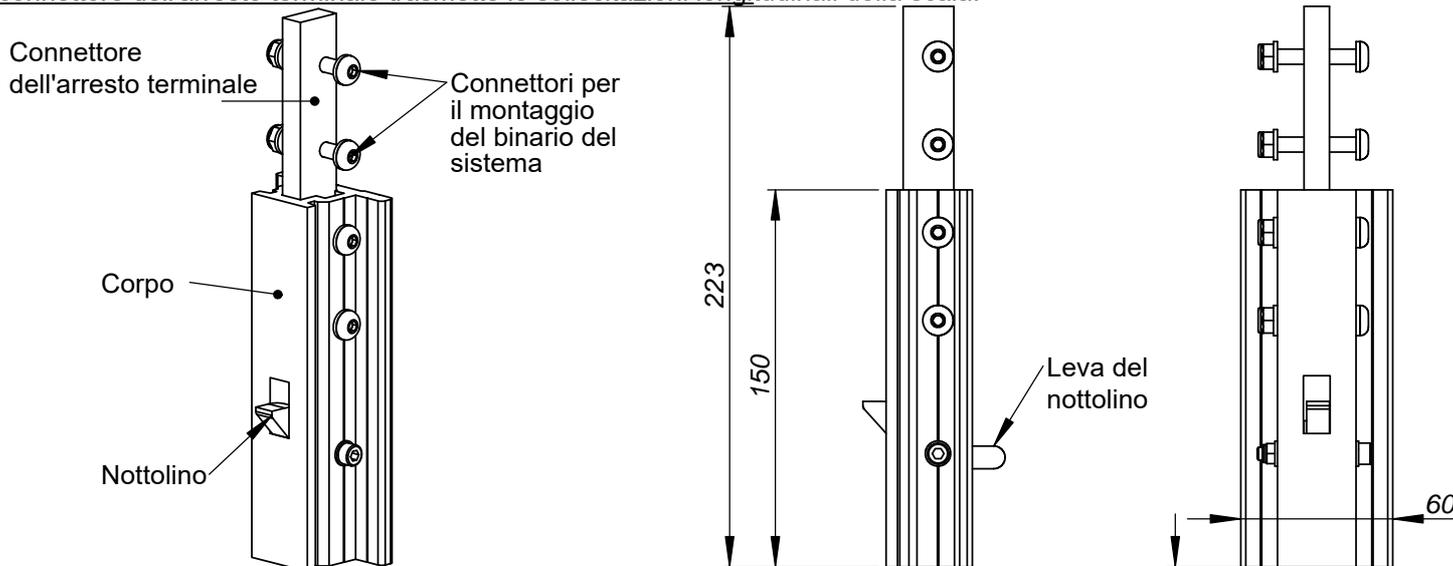

Fig. 5.3.1 AC520-200 Arresto terminale inferiore del binario (struttura, componenti, dimensioni base).
5.3.1. AC520-200 - ARRESTO TERMINALE INFERIORE DEL BINARIO (Fig. 5.3.1)